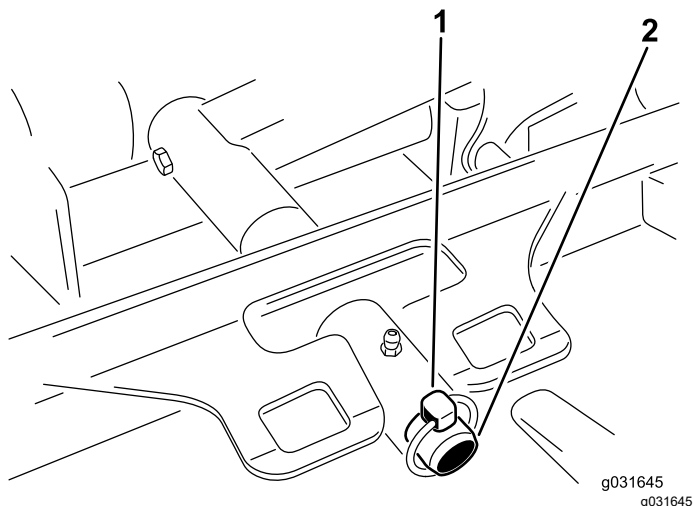

図 69
3. デッキのキャリアフレームを昇降アームのピボットピンに固定しているリンチピンまたはリテーナナットを外す 図 69。
3. デッキのキャリアフレームを昇降アームのピボットピンに入れ、リンチピンとリテーナナットで固定する **図 69**。